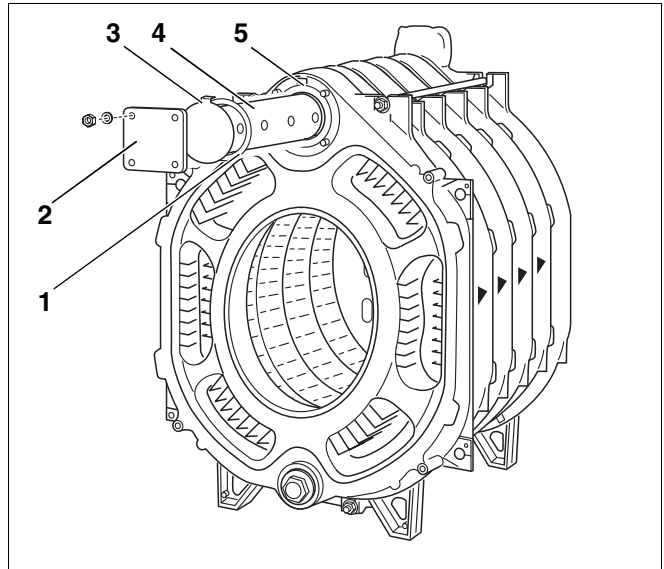

Fig. 19 Montaj – țeavă de alimentare
- Garnitura de etanșare (fig. 19, **poz. 1**) se montează pe țeava de alimentare (fig. 19, **poz. 4**).
- Se acoperă cu flanșa oarbă (fig. 19, **poz. 2**).
Cama (fig. 19, **poz. 3**) de pe capacul de la capătul țevii de alimentare trebuie să intre în decuparea din butucul superior (fig. 19, **poz. 5**). Țeava de alimentare este astfel fixată în poziția care conferă orificiilor de ieșire ale țevii de alimentare unghiul corect. Prin aceasta se asigură o distribuție optimă de apă în zona butucului superior al cazanului.